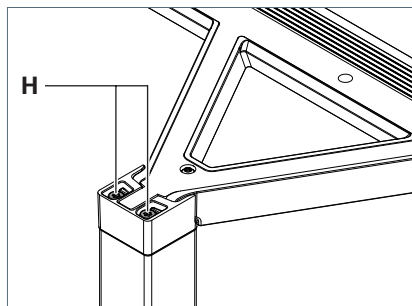

Fig. 10: Regolare la testa dell'apparecchio.
- Per abbassare una testa dell'apparecchio, ruotare le viti **H** in senso antiorario, vedere Fig. 10.